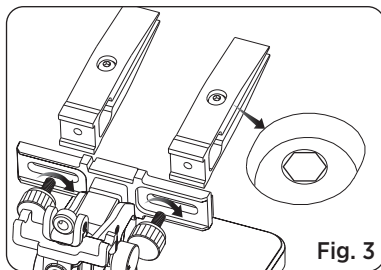

Fig. 3
**Tipp:** Stellen Sie sicher, dass die Befestigungsschrauben an den Klammern nach oben zeigen (Siehe Fig. 3).